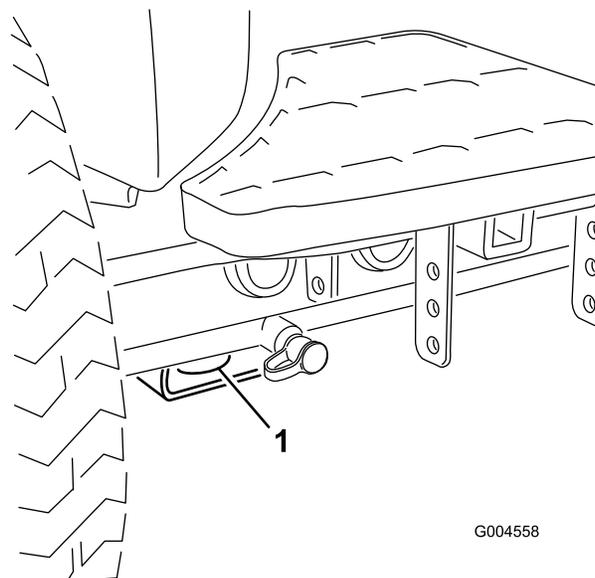

Рисунок 58
- В передней части – используйте отверстие в прямоугольной подкладке под трубой моста внутри каждого переднего колеса (Рисунок 58).